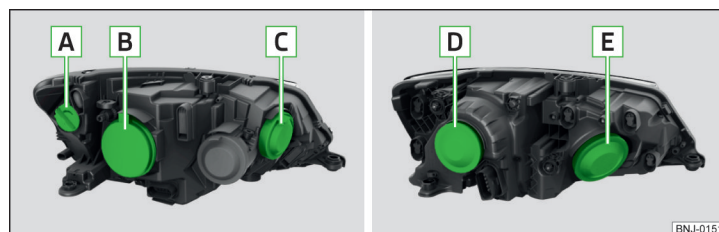

Fig. 295 Faro frontal izquierdo: Faros halógenos/faros proyectores halógenos
Orden de bombillas » fig. 295
- » Retirar la tapa protectora **B** » fig. 295 de la pág. 247.
- » Colocar la tapa protectora **B** » fig. 295 de la pág. 247.
- Retirar la tapa protectora **B** » fig. 295 de la pág. 247.
- Colocar la tapa protectora **B** » fig. 295 de la pág. 247.
- Retirar la tapa protectora **C** » fig. 295 de la pág. 247.
- Retirar la tapa protectora **D** » fig. 295 de la pág. 247.